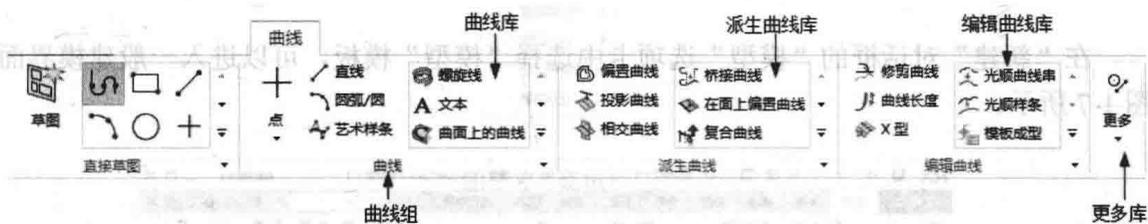

图 1-5 “曲线”功能区的各个组和库
- 功能区：功能区的命令以图形的方式在各个组和库中表示命令功能。以“曲线”选项卡为（例如图 1-5 所示），所有功能区的图形命令都可以在菜单栏中找到相应的命令，这样可以使用户避免在菜单中查找命令的繁琐，方便操作。